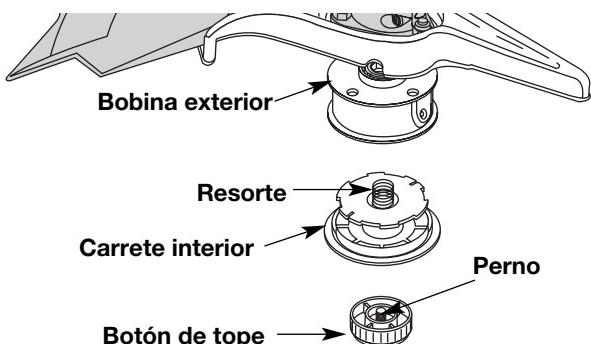

Fig. 23
1. Sostenga la bobina exterior con una mano y desenrosque el botón de tope en sentido antihorario (Fig. 23).
2. Saque el carrete interior de la bobina exterior (Fig. 23).
3. Saque el resorte del carrete interior (Fig. 23).
1. Sostenga la bobina exterior con una mano y desenrosque el botón de tope en sentido antihorario. Inspeccione el perno dentro del botón de tope para verificar que se mueva con libertad. Cambie el botón de tope si está dañado (Fig. 23).
2. Saque el carrete interior viejo de la bobina exterior (Fig. 23).
3. Saque el resorte del carrete interior viejo (Fig. 23).